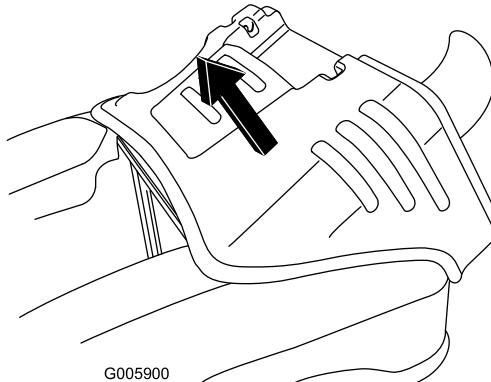

Figura 25
6. Sujete el capó por delante y por detrás, y levante el capó para retirarlo del bastidor (Figura 25).